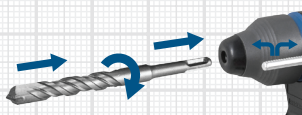

Рис. 3
- ▶ Вставьте оснастку в патрон и, поворачивая, надавите до фиксации (рис. 3).